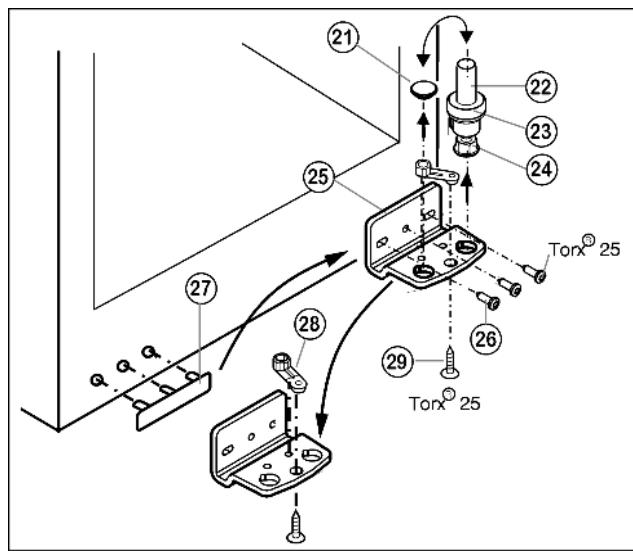

Fig. 6
- ▶ Cijeli svornjak ležaja Fig. 6 (22), s pločicom Fig. 6 (23) i podesivom nožicom Fig. 6 (24) skinite prema gore.
- ▶ Podignite čep Fig. 6 (21).
- ▶ Odvijte podložak ležaja Fig. 6 (25).
- ▶ Odvijte dio ležaja Fig. 6 (28) i premjestite ga u suprotnu prihvatu rupu podloška ležaja, ponovo ga zavijte.
- ▶ Oprezno nadignite pokrov na strani ručke Fig. 6 (27) i premjestite ga na suprotnu stranu.
- ▶ Eventualno pomoću odvijača na baterije ponovo čvrsto pričvrstite vijcima podložak ležaja Fig. 6 (25) na novoj strani šarke (**s 4 Nm**).
- ▶ Ponovo umetnite čep Fig. 6 (21) u drugu rupu.
- ▶ Ponovo umetnite cijeli svornjak ležaja Fig. 6 (22), s pločicom i podesivom nožicom. Pri tome pazite da je ispuštenje za blokiranje okrenuto prema otvara.
- ▶ Stavite vrata odozgo na donji svornjak ležaja Fig. 6 (22).
- ▶ Poravnajte vrata eventualno preko obje uzdužne rupe u donjem podlošku ležaja Fig. 6 (25) liniji s kućištem uređaja. Za to odvijte srednji vijak.